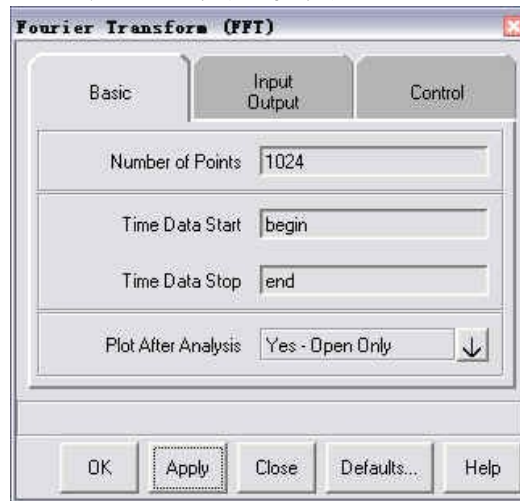

图 4-4 FFT 分析面板
- 1、 显示 FFT 面板（Analyses>Fourier>FFT），如图 4-4 所示